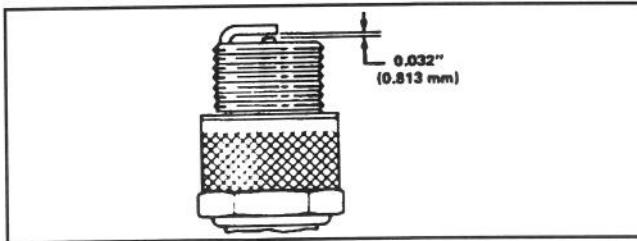

Abbildung 11
3. Elektrodenabstand auf 0,81 mm einstellen (Abb. 11). Die auf korrekten Abstand eingestellte Zündkerze mit einer Dichtungsscheibe anbringen und auf 13,6 N·m anziehen.